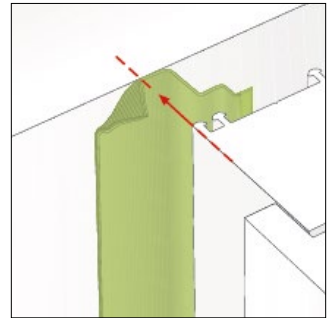

Bild 2: Folie auf die Aussenseite des Blendrahmens kleben
- Ankleben an der Aussenseite des Blendrahmens (Bild 2).